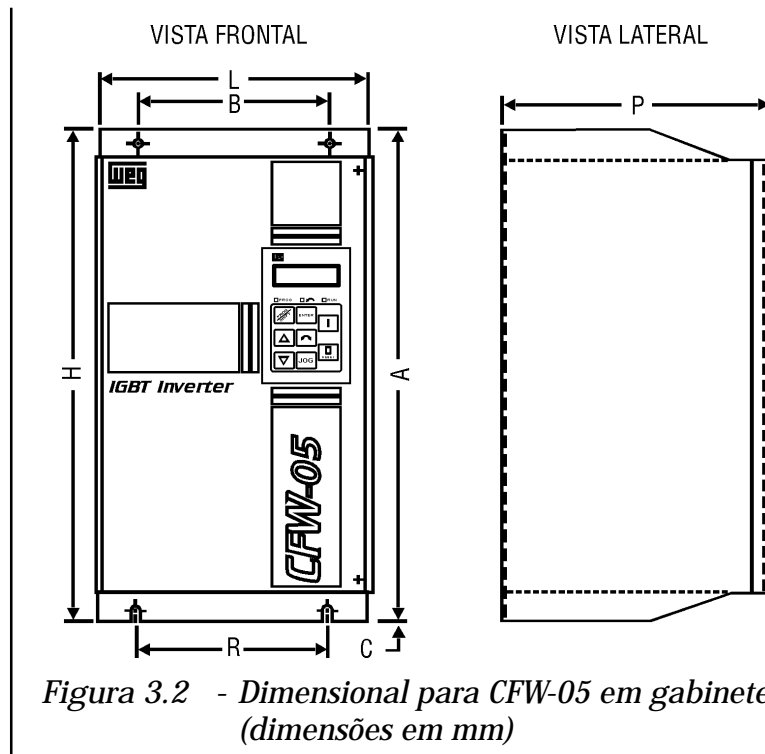

Figura 3.2 - Dimensional para CFW-05 em gabinete (dimensões em mm)
- ☑ Dimensões externas, furos para fixação etc, ver figura 3.2.